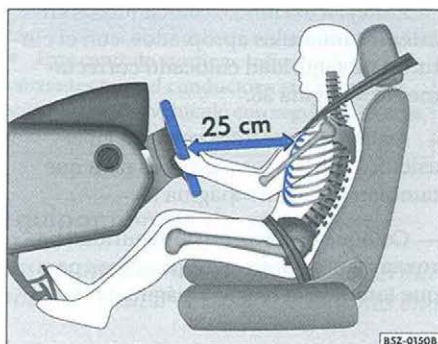

Fig. 1 La distancia entre el conductor y el volante debe ser, COMO MÍNIMO, 25 cm
- Regule el asiento en el sentido longitudinal, de tal forma que la distancia entre el volante y el tórax sea como mínimo, 25 cm ⇒ fig. 1 permitiendo que los pedales del acelerador, del freno y del embrague sean pisados hasta el fondo, con las piernas ligeramente flexionadas ⇒ ⚠.
- Coloque el respaldo del asiento en una posición de tal forma que la espalda quede totalmente apoyada en él mismo, respetando la distancia mínima conforme ⇒ fig. 1.
- Ajuste el asiento del conductor de tal forma que asegure una distancia mínima de 25 cm entre el tórax y el centro del volante ⇒ página 8, fig. 1. Si esta distancia es inferior a 25 cm, el sistema de airbag no podrá protegerlo convenientemente.